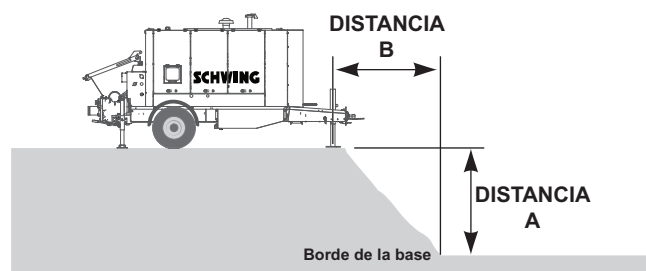

Figura 7
- Lo suficientemente lejos de las excavaciones y otros agujeros que las patas del estabilizador puedan mantener una relación de uno a uno desde el borde de la base (Figura 7) o según lo recomendado por el fabricante de la máquina.